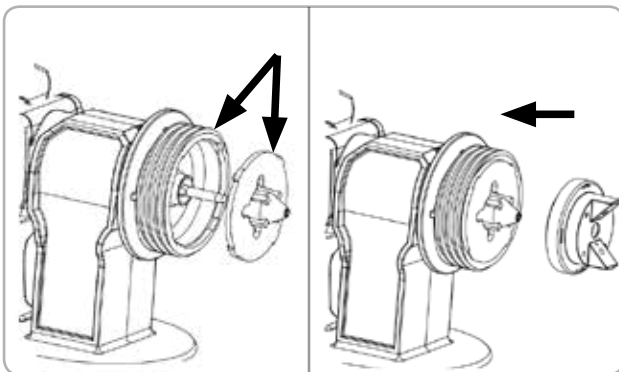

Fig.5
- Așezați duza pe ac cu locașul în jos. (Acordați atenție umflăturilor din duză). (Fig. 5)
- Așezați capacul de aer pe duză. (Fig. 5)